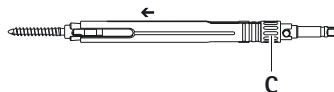

Рис. 5
- Вставьте внешнюю втулку **A** в направлении педикулярного винта и закрепить педикулярный винт в закрепительной втулке **2** с помощью зажимного винта **C**, см. Рис. 5.